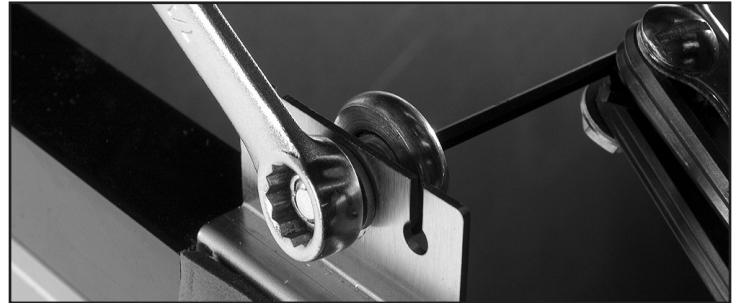

Fig. 1. Ajuste el rodillo.
2. Afloje el rodillo con una llave de 7/16" o ajustable y una llave Allen de 1/8" y muévalo sobre el orificio ranurado. Después de realizar el ajuste, fije el rodillo en su lugar. Consulte la fig. 1.